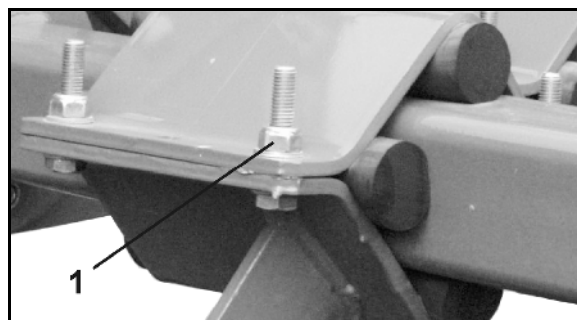

Fig. 57
Zum Austausch der Gleitlager (Fig. 57/1) die ausgeklappte Maschine so abstellen, dass die Gleitlager spannungsfrei sind.
1. Verschraubung (Fig. 57/2) der Verschiebewelle (Fig. 57/3) lösen.